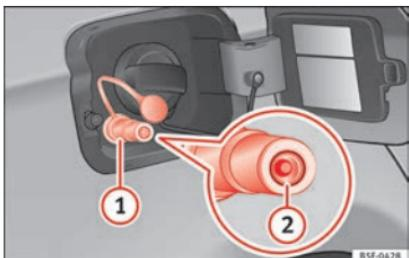

Fig. 246 Trappe à carburant ouverte : goulot de remplissage de gaz ①, serrure du goulot de remplissage ②.
- Enlevez le bouchon du goulot de remplissage de gaz »» **fig. 246** ①.